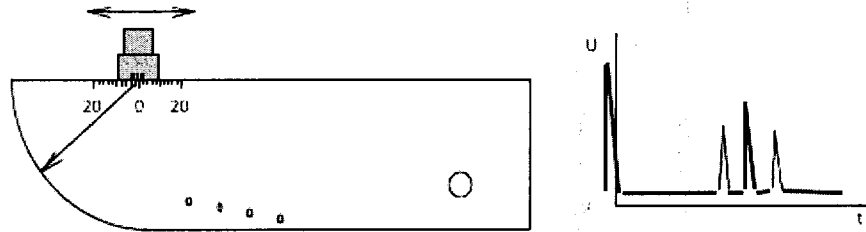

Рисунок 5. Определение точки выхода луча наклонных ручных ПЭП
8.7.4 Установить ПЭП на поверхность меры № 3Р из комплекта ККО-3 со стороны шкалы «20-0-20» (рисунок 5), предварительно нанеся контактирующую жидкость.